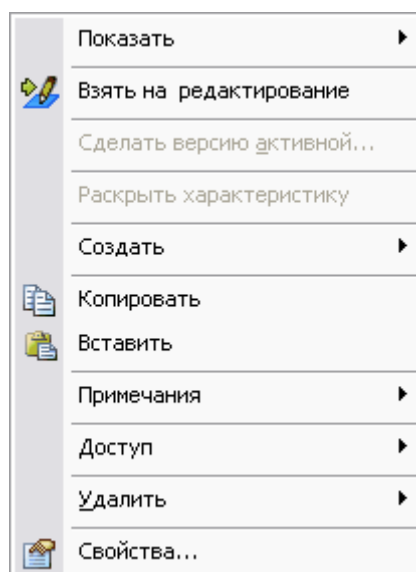

Рис. 162
После добавления характеристики работа с ней ведется посредством контекстного меню, вызываемого нажатием правой кнопки мыши на соответствующую характеристику (Рис. 162).
1. Выберите в контекстном меню характеристики пункт **Взять на редактирование** (Рис. 162) или нажмите на кнопку  панели инструментов.
2. Внесите соответствующие изменения в атрибуты характеристики с помощью контекстного меню (Рис. 162).